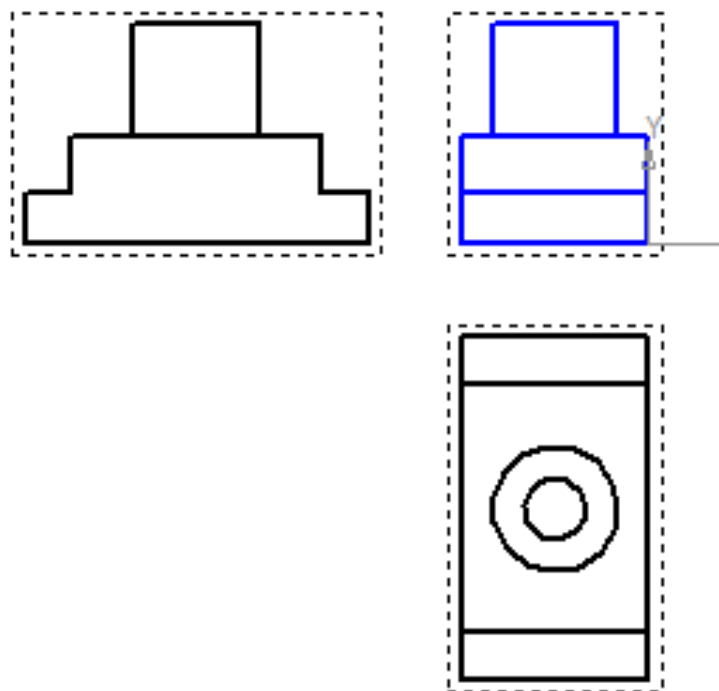

Рис. 7.13. Результат
5) Сохраните. Результат – рисунок 7.13.